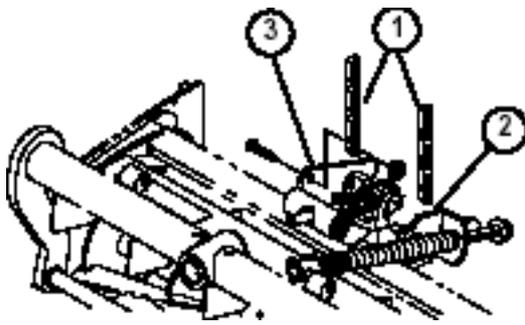

図 9
12. ターフ補正スプリングのブラケットをカッピングユニット・スタビライザの耳に止めているナットを外す（図9）。チェーンをキャップスクリューに通し、外したナットで固定する。
13. リールモータを各カッピングユニットの駆動側に装着し、付属のキャップスクリュー2本で固定する（図9）。